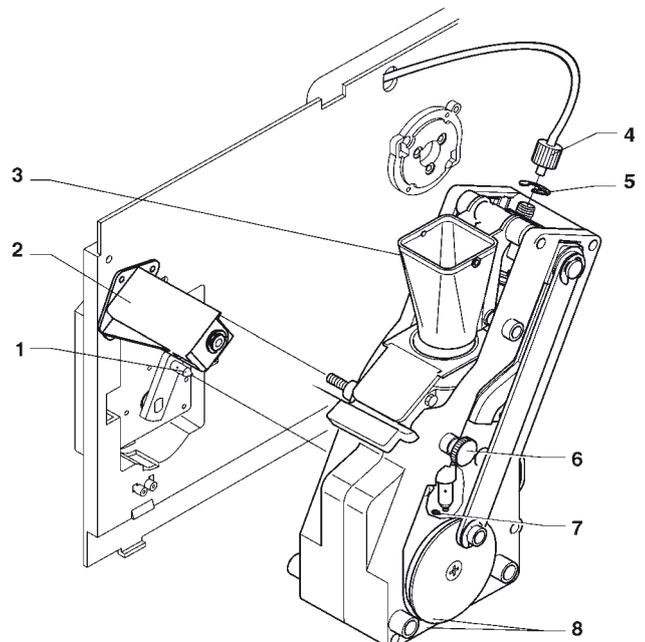

Abb. 22
- der Boilerteflonschlauch vom oberen Kolben trennen, und darauf achten, daß die Dichtung nicht verloren geht (s. Abb. 22);
- die Schrauben A und B leicht losschrauben, bis der Kaffeetrichter freigegeben werden kann (s. Abb. 22);